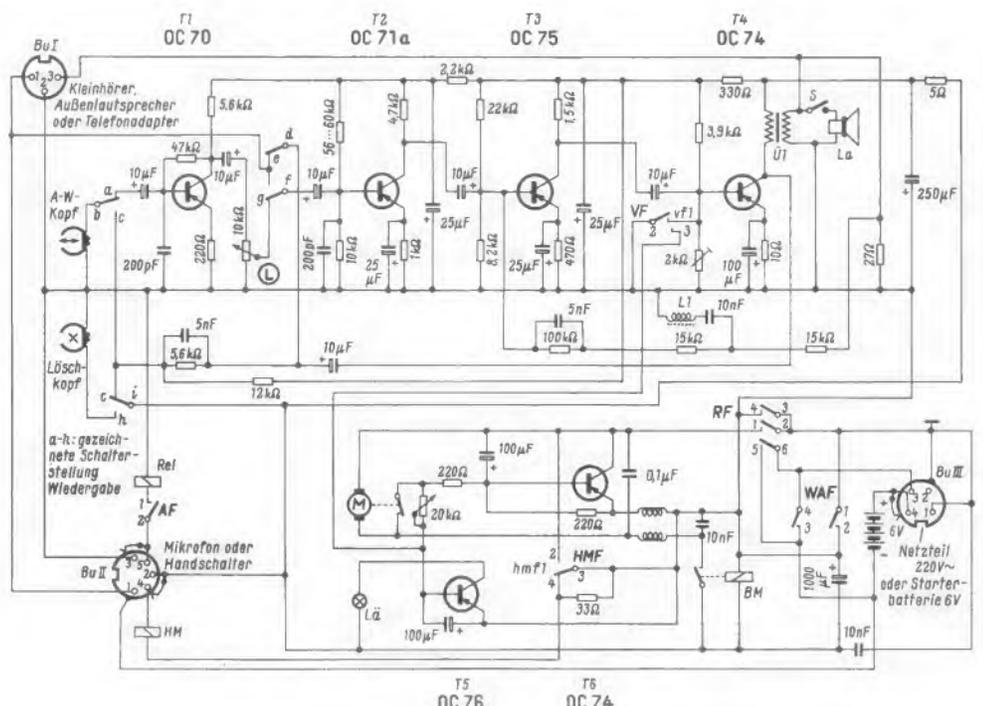

Bild 2. Gesamtschaltung der Conferette
2. Wer den Wechselstrommagneten nicht entfernen will, verwendet statt des Flachgleichrichters eine Gleichrichtersäule B 40/0,5. Dann ist das Loch in Bild 2 mit 4-mm-Gewinde zu versehen; in dieses wird der Gleichrichter mit seinem Befestigungsbolzen vorsichtig hineingeschraubt und mit einer Kontermutter von oben auf dem Chassis befestigt. Als Schaltkontakt dient der Federsatz einer Erdtaste von einem Fernsprechanlage oder ähnlichem. Dieser Federsatz wird so im Gerät angebracht und justiert, daß er, in der Nähe des GA-Hebels befindlich, gerade dann umschaltet, wenn der Anker noch etwa 1 mm vom Kern entfernt ist.